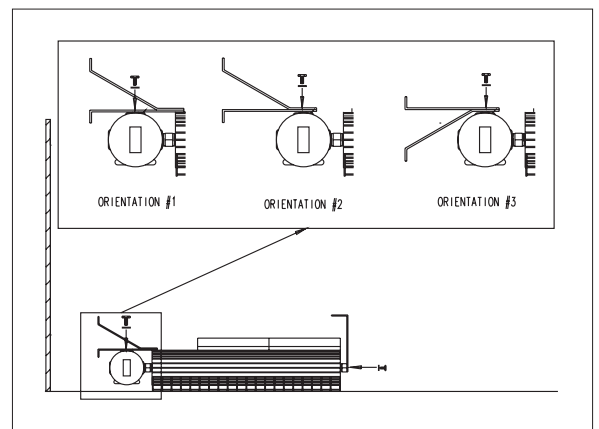

Figure 7 – Installation du support de fixation sur le radiateur
Étape 2: Fixer le(s) support(s) de fixation et de stabilisation au sol sur l'unité. Les supports de fixation au sol peuvent être fixés selon l'une des trois positions illustrées (Figure 7).